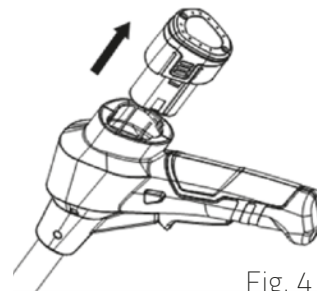
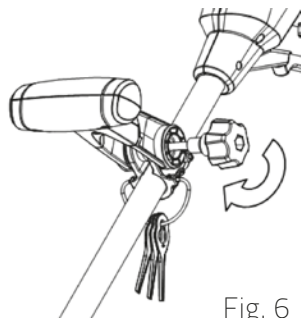

Fig. 4
Fig. 6
Ricarica (Fig. 4, Fig. 6)
1. Estrarre la batteria dall'apparecchio. Premere i pulsanti di rilascio situati su entrambi i lati della batteria e, contemporaneamente, estrarre quest'ultima tirandola nella direzione indicata dalla freccia in fig.4.
Regolazione della maniglia supplementare (Fig. 6)